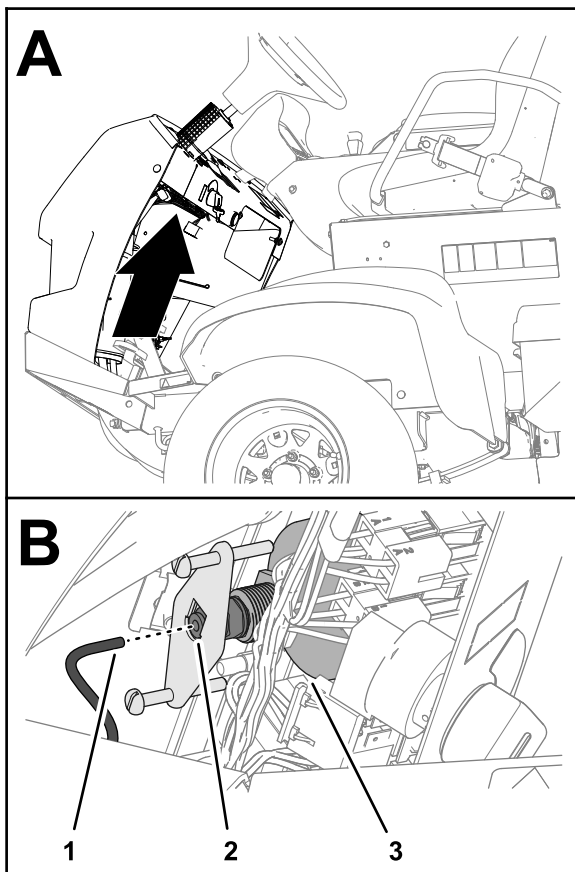

Рисунок 128
5. Отсоедините трубку от задней части манометра и поместите конец трубки в емкость (Рисунок 128).